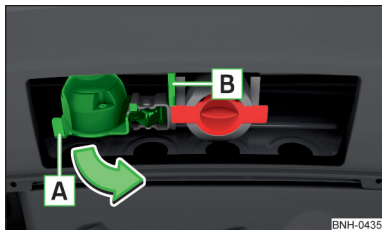

Abb. 221
- ▶ Die 13-polige Steckdose am Griff **A** fassen und in Pfeilrichtung ausschwenken » Abb. 221.